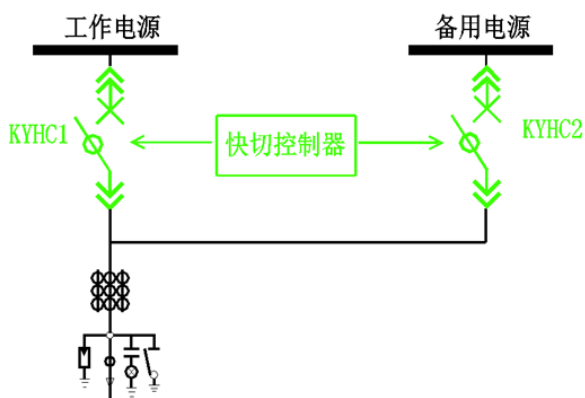

图 2 电源切换原理图
2) 电源切换：图 2 所示，对较大容量的变频或高压电机等重要设备实施电源切换，保障该设备的不间断运行。